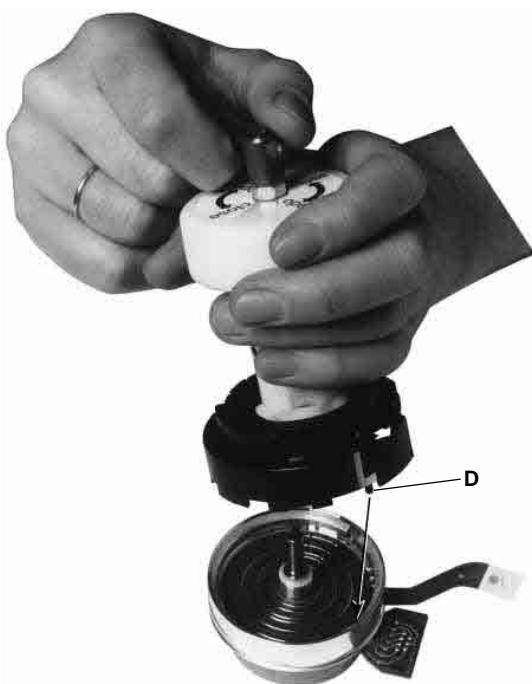

Fig. 12
- Positionner le tambour de têtes de façon que le goujon "D" du capuchon de protection s'imbrique dans l'orifice du stator. Enfoncer le tambour de têtes en son centre avec une force d'env. 1N et pivoter la poignée de l'extracteur à gauche dans le sens de la flèche "CLOSE" (Fig. 12).
- Position the headwheel so that pin "D" of the protecting cap engages with the hole of the stator. Press the headwheel down in the middle with a force of 1N and turn the lever of the extractor counter clockwise in the direction of the arrow "CLOSE" (Fig. 12).